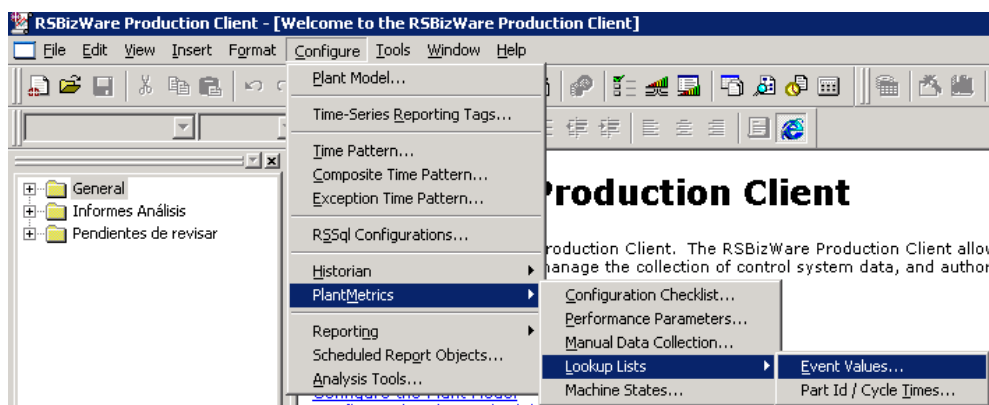

Imagen 14
11.- Una vez abierto (Imagen 14), ir al menú **Configure→PlantMetrics→Lookup Lists→Event Values**: